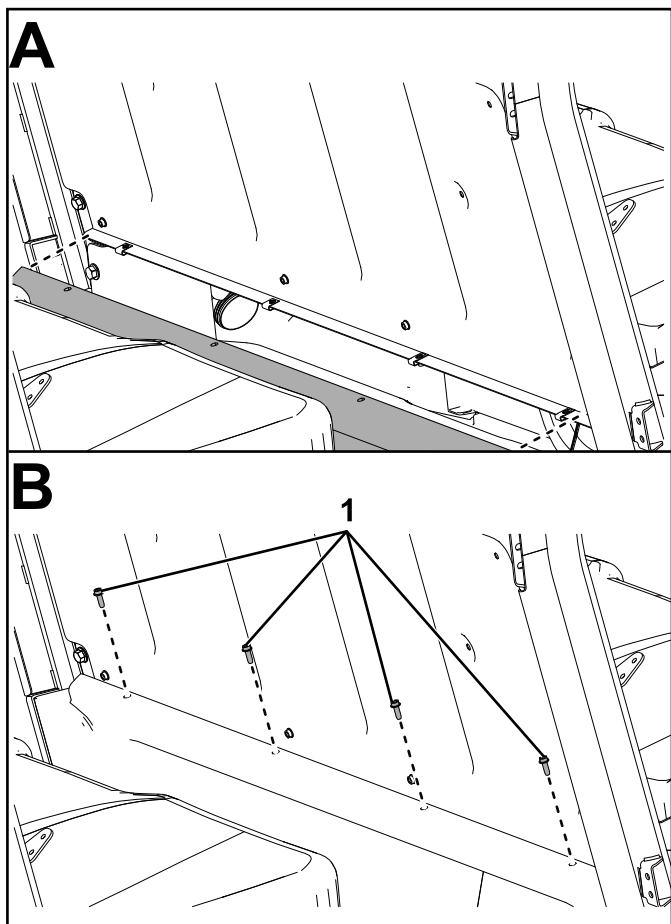

Figure 50
23. Fixez le panneau de siège central sur le plancher et les 4 clips ($\frac{1}{4}$ ") à l'aide de 4 boulons à tête hexagonale à embase ($\frac{1}{4}$ " x $\frac{3}{4}$ "), comme montré à la Figure 50.